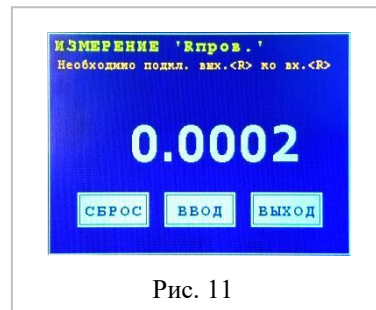

Рис. 11
- измерение сопротивления подводящих проводов. Нажатие на данную иконку открывает окно, позволяющее измерить сопротивление подводящих проводов, рис. 11. Предварительно подводящие провода должны быть отключены от калибруемого устройства и подключены к разъему измерительного входа для электрического сопротивления, ТС (Приложение Г).